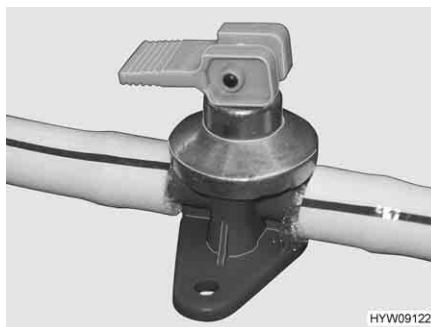
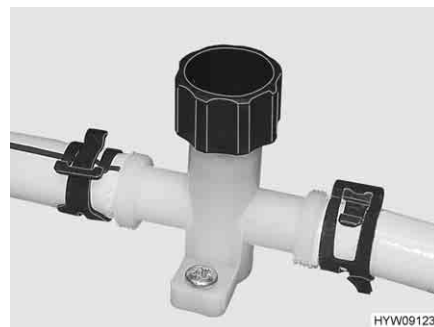

Fig. 71 Rubinetto di scarico con leva a bilanciere
Fig. 72 Rubinetto di scarico con manopola
- Chiudere tutti i rubinetti di scarico (Fig. 72 o Fig. 71).
- Aprire tutti rubinetti di scarico (Fig. 71 o Fig. 72).